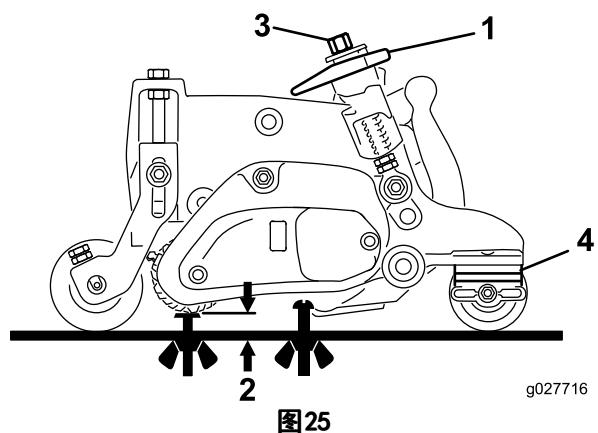

图25
3. 旋转快速升起联杆（图25）至接合位置（手柄朝向滚刀组的前面）。**使用剪草高度（HOC）和疏草高度（HOG）推荐范围图设置调刀尺。**
4. 在疏草刀滚刀的一端，测量从疏草刀刀片的最低刀尖到工作表面的距离（图25）。
注意：旋转高度调节旋钮（图25），提升或降低疏草刀刀尖至想要的高度。